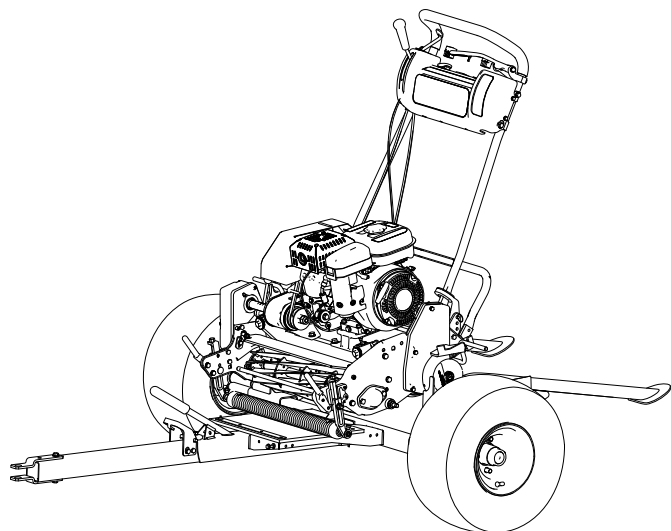

Figure 12
3. Enlevez le bac de la tondeuse, désengagez l'entraînement du cylindre et placez la commande d'accélérateur en position bas régime. Conduisez la tondeuse **lentement** sur la remorque jusqu'à ce qu'elle atteigne les butées de roues (Figure 12).
3. Retirez le couvre-moyeu du moyeu de roue (Figure 12).
4. Enlevez la goupille fendue et le contre-écrou de maintien (Figure 12).
5. Retirez l'écrou de moyeu, la rondelle d'axe et le moyeu de l'essieu (Figure 12).
3. Posez les cuvettes de roulements et les roulements sur le moyeu, comme montré à la Figure 12.
1. Montez l'arrêt d'huile et la rondelle d'axe comme montré à la Figure 12.